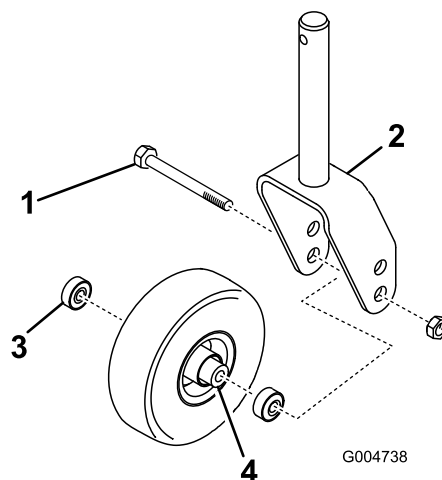
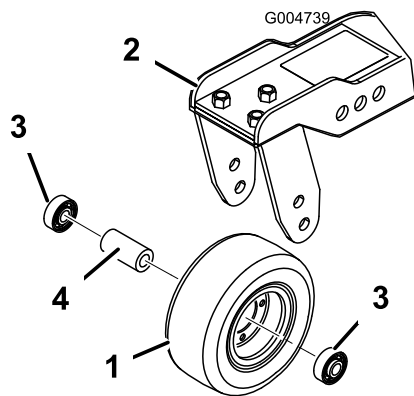

Figura 79
Figura 80
1. Togliete il dado di bloccaggio dal bullone che fissa il gruppo ruota orientabile alla forcella (Figura 79) o al braccio di rotazione (Figura 80). Afferrate la ruota orientabile ed estraete la vite a testa cilindrica dalla forcella o dal braccio di rotazione.
- Togliete il cuscinetto dal mozzo della ruota e lasciate cadere il distanziale del cuscinetto (Figura 79 e Figura 80). Togliete il cuscinetto dalla parte opposta del mozzo della ruota.